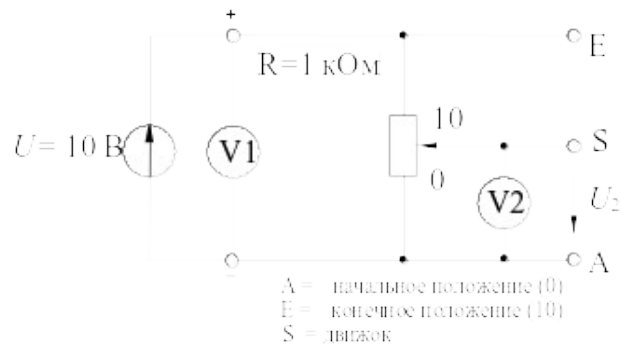

Рисунок 9 – Схема делителя напряжения в режиме холостого хода
4.1. Соберите цепь потенциометра согласно схеме (рис. 9) и подайте на ее вход постоянное напряжение 10 В. Измерьте напряжения U_1 и U_2 при каждом из положений потенциометра, заданных в таблице 4 значениями угла α . Внесите все измеренные величины напряжения в таблицу 4.